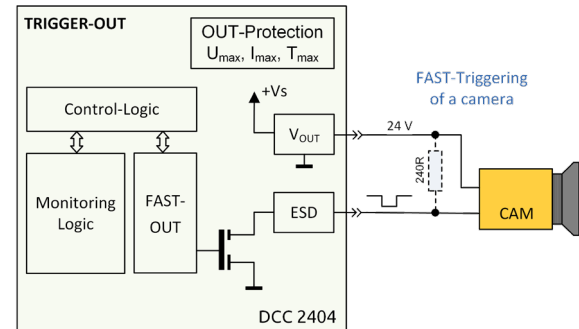

Abbildung 15: FAST-MODE – L-aktiver Ausgang mit 24 V Signalpegel
- **FAST**^[1] (siehe Abbildung 15)
Im **FAST-MODE** arbeitet der OUT-Treiber immer als **NPN**-Ausgang (siehe Abbildung 15).